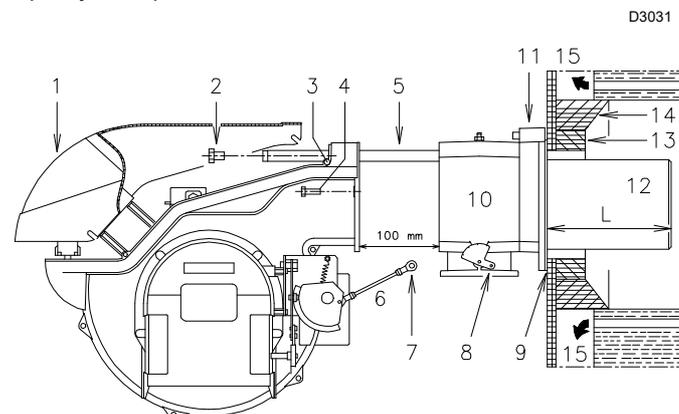

Рис. 11
Для котлов с водоохлаждаемой передней стенкой облицовка огнеупорным материалом 13)-14) (Рис. 11) необязательна, если это не требуется заводом-изготовителем.
- Отсоедините головку горения от остальной части горелки, как показано на Рис. 11: